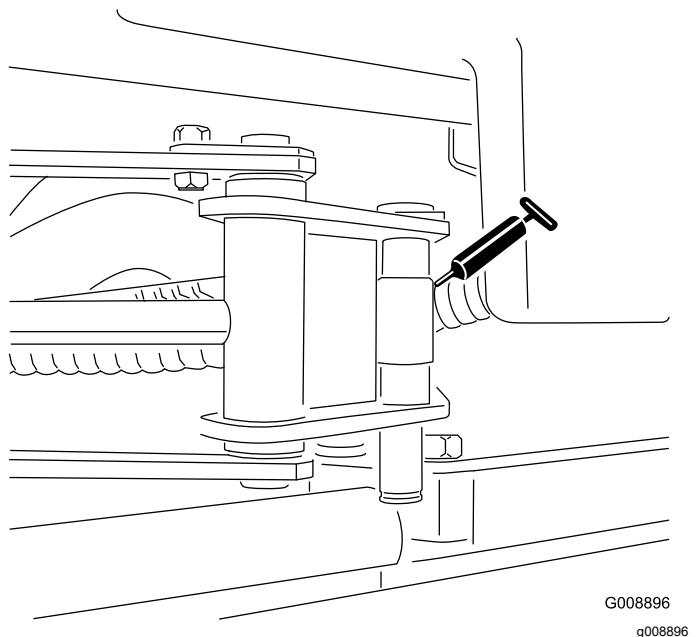

Figure 34
- 2 extrémités de vérin de Sidewinder (Figure 34)